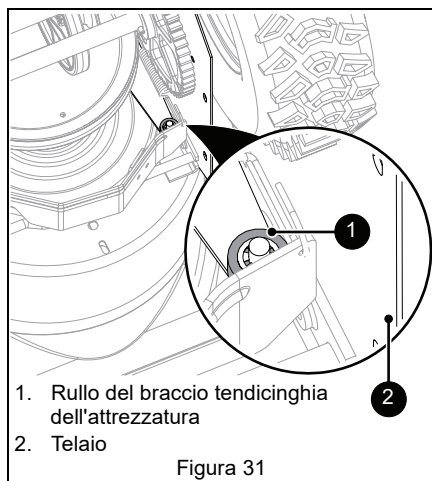

Figura 31
2. Innestare la frizione dell'attrezzatura e controllare il gioco tra il telaio e il rullo in plastica sull'estremità inferiore del braccio tendicinghia dell'attrezzatura. Il rullo deve trovarsi ad almeno 12.7 mm – 22.2 mm (1/2" – 7/8") dal telaio. Vedere Figura 31.